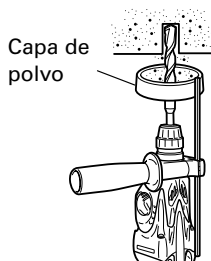
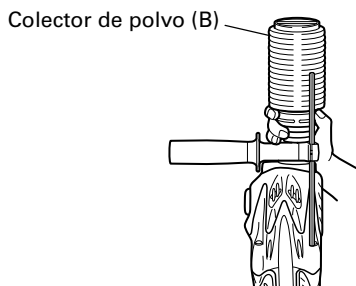

Fig. 4
Fig. 5
## 7. Cuando instale la copa de polvo o el lector de polvo (B) (Accesorios facultativos) (Fig. 4, Fig. 5)
Emplee la copa de polvo instalando la broca como se muestra en la Fig. 4. Cuando emplee una broca de gran diámetro, agrande el orificio central de la copa de polvo con este martillo perforador.
- Instalación del colector de polvo (B)
Para emplear el colector de polvo (B), Insértelo desde la punta de la broca alineándolo con la ranura de la empuñadura (Fig. 5).